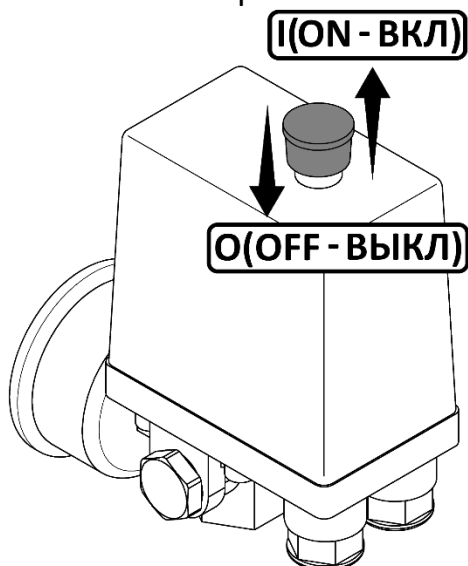

Рисунок 4
6.4.3 Подсоединение компрессора к воздушной сети необходимо выполнять через кран (поз. 11, рисунок 4).
- Проверьте, чтобы выключатель на реле давления находился в выключенном положении "O" (рисунок 4).
- Включите компрессор выключателем на реле давления и сразу же выключите. Для этого необходимо переключить выключатель в положение "I" (рисунок 4). Кнопка выключателя имеет фиксированные положения.
- Переключите выключатель на маностате в положение "O" или "OFF", в зависимости от исполнения (см. рисунок 4).